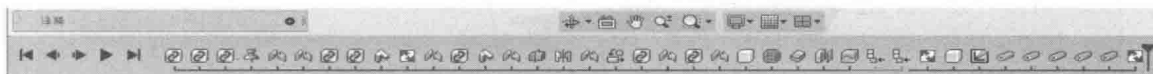

图 2-8
6. 时间轴：建模过程记录，可以进行编辑管理，如图 2-8 所示。